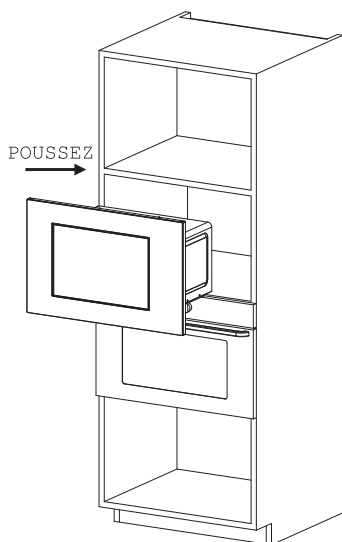

Fig. 1
② INSTALLATION :
a) Placez le four à micro-ondes dans le meuble encastré et poussez-le à fond vers l'avant. (Fig. 1)